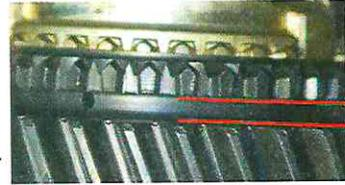

Рисунок 24
2. Можно проверить диаметр под установку синхронизатора, при помощи синхронизатора. При установке синхронизатора на шестерню должна образоваться зазор, не меньше указанного на рис. 24. Также необходимо осмотреть поверхность конуса. Она должна быть отхонингована отполирована (рис. 25), не должно быть следов работы, поверхность равномерно обработана.